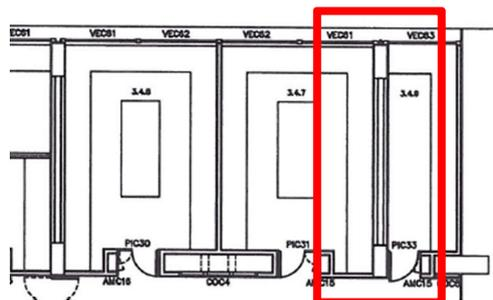

Figura 1 - Laboratório de Micologia C3.46, localizado no 3º piso do Edifício
- C3.46 - Laboratório de Micologia, localizado no 3º piso do Edifício C (Figura 1);